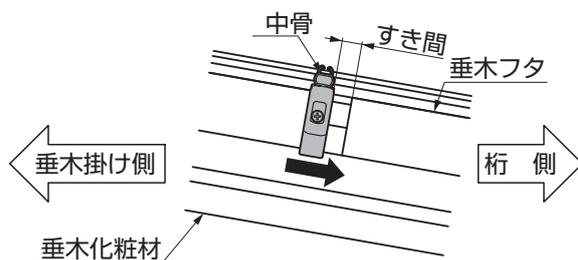

図2-6
- ③最も桁側の中骨を、取付けた垂木フタ側に寄せてください。(図2-6参照)
- ④垂木掛け側の垂木フタを中骨側に移動してください。